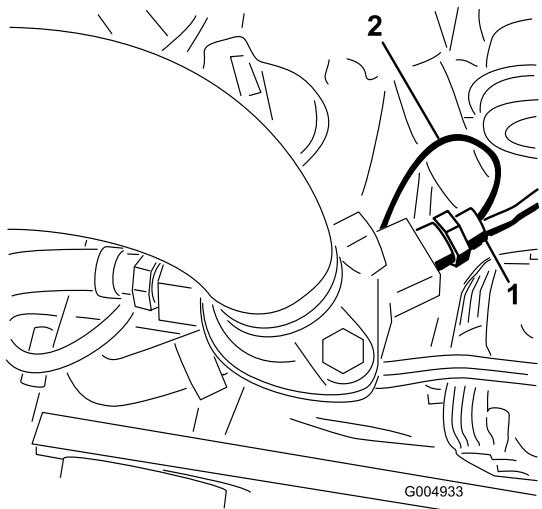

図 18
6. エンジンのサーモスタットハウジング右側に新しい2接点スイッチを取り付ける図18。